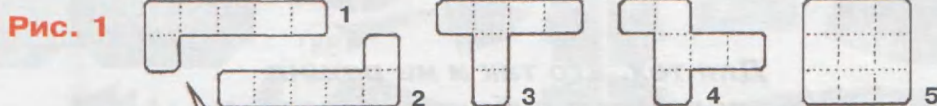

Рис. 1
**Э**та головоломка из семейства плоских упаковок. Состоит она из квадратной коробочки 6х6 см и пяти игровых элементов. Четыре из них — это элементы, построенные каждый из шести квадратов 1х1 см (гексамино), и один элемент — пластинка 3х3 см (рис. 1).